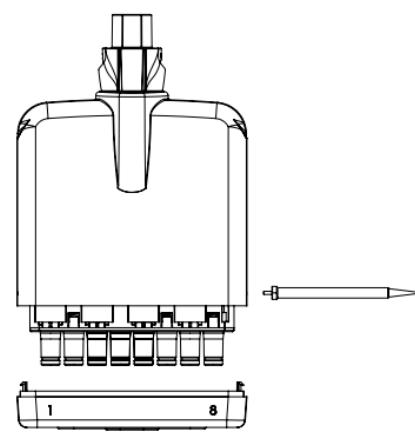

Bild 2
2. Drücken Sie die Vorderseite des Gehäuses auf beiden Seiten nach oben, um dieses zu öffnen (Bild 2).
2. Führen Sie das Werkzeug in die beiden Löcher im Kragen ein, um die unteren Schnappverschlüsse des Kragens zurückzudrücken (Bild 2).